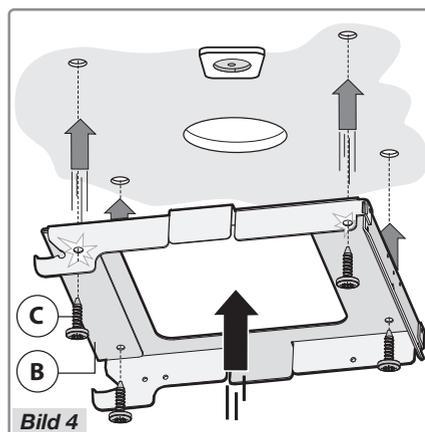

Bild 4
- Ta konsolen **B** och fäst den i taket med de fyra skruvarna **C** (Bild 4).